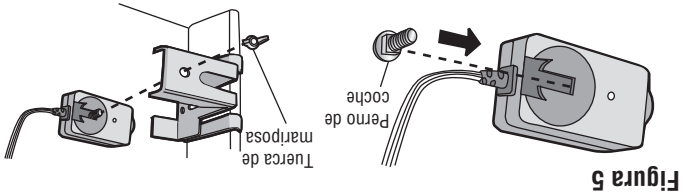

Figura 5
1. Deslice la cabeza de un perno de coche de 1/4 de pulg.-20x1/2 de pulgada dentro de la ranura de los sensores. Use tuercas de mariposa para sujetar los sensores a las mensulas, con las lentes de cada sensor frente a ambos lados de la puerta. Cerciórese de que la extensión de la mensula no obstruya las lentes (Figura 5).